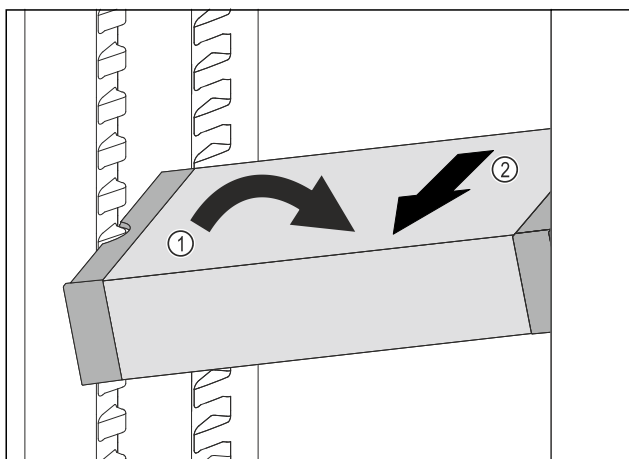

Fig. 109
- Incliner le VarioSafe dans la partie réfrigérateur. Fig. 109 (1)
- Sortir le tiroir VarioSafe par l'avant. Fig. 109 (2)